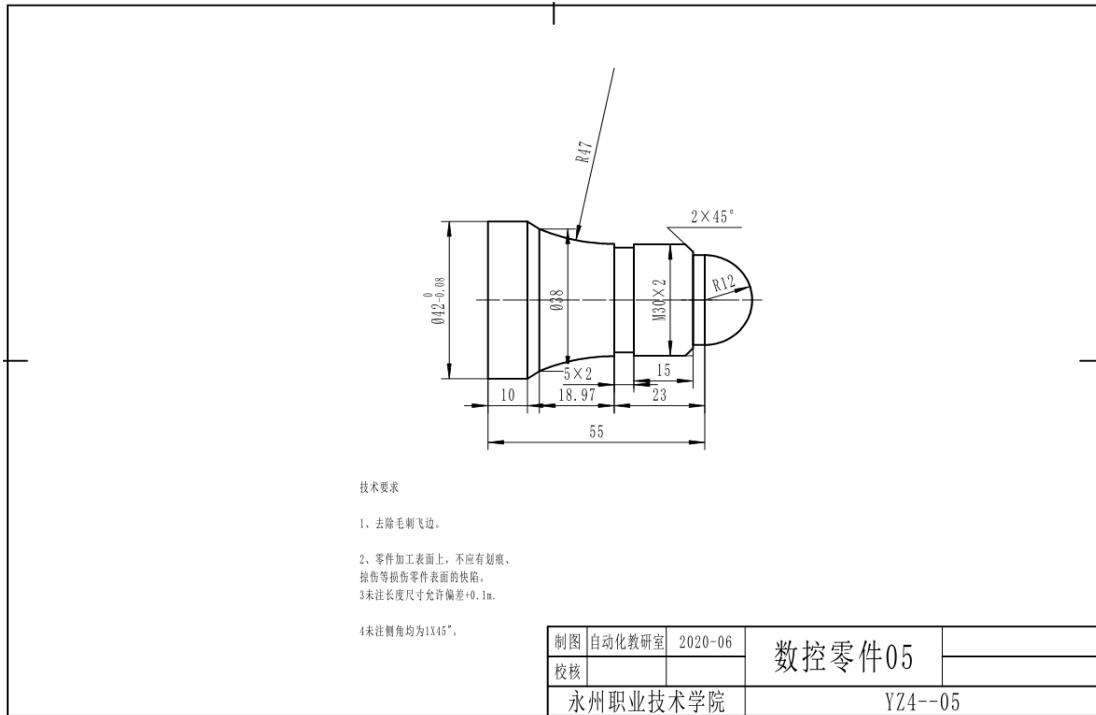

图 4-5 数控车零件 05
**任务 1:** 要求学生能按照相应的生产流程和作业标准完成图 4-5 零件的工艺编制, 并满足零件图的质量要求, 能正确填写相关工艺文件。
**任务 2:** 要求学生按照相应的生产流程和作业标准完成图 4-5 零件的加工, 并满足零件图的质量要求。毛坯尺寸:  $\phi 50 \times 70$  (单位 mm), 材料: 2A12 棒材。